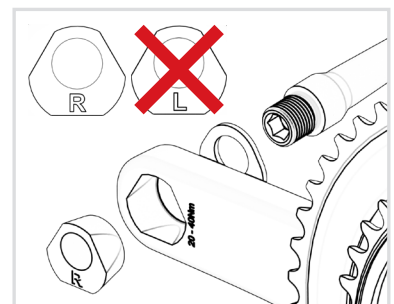

FIG. 5
- Achten Sie darauf, dass Sie für die rechte Kurbel auch die mit „R“ markierte Tri-Lobe Mutter verwenden (Fig. 5)